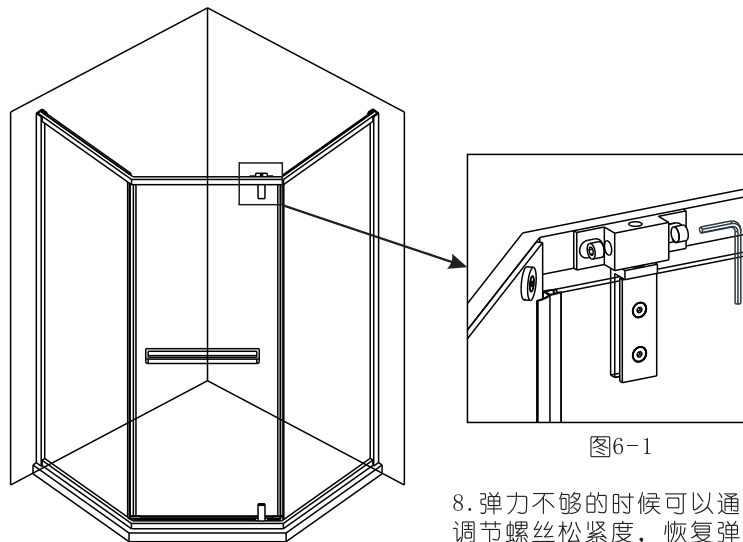

图6-1
8. 弹力不够的时候可以通过调节螺丝松紧度, 恢复弹力。(如图6-1)